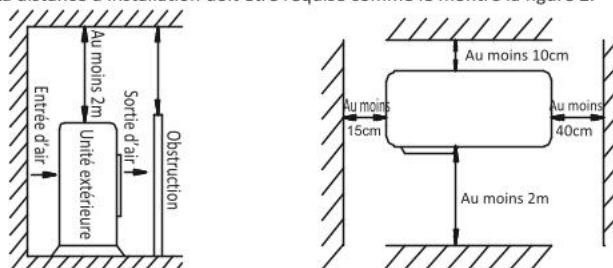

Fig.2
- La distance d'installation doit être requise comme le montre la figure 2.